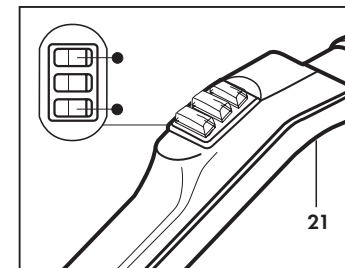

Fig. 19
Per arrestare l'apparecchio spegnere gli interruttori di comando posti sull'impugnatura (21) **(Fig. 19)**; spegnere gli interruttori posti sull'apparecchio e scollegare la spina dalla presa di corrente.